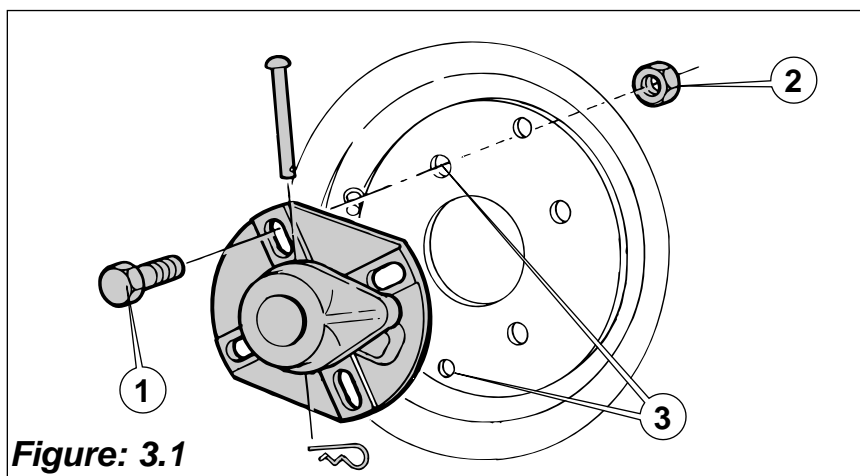
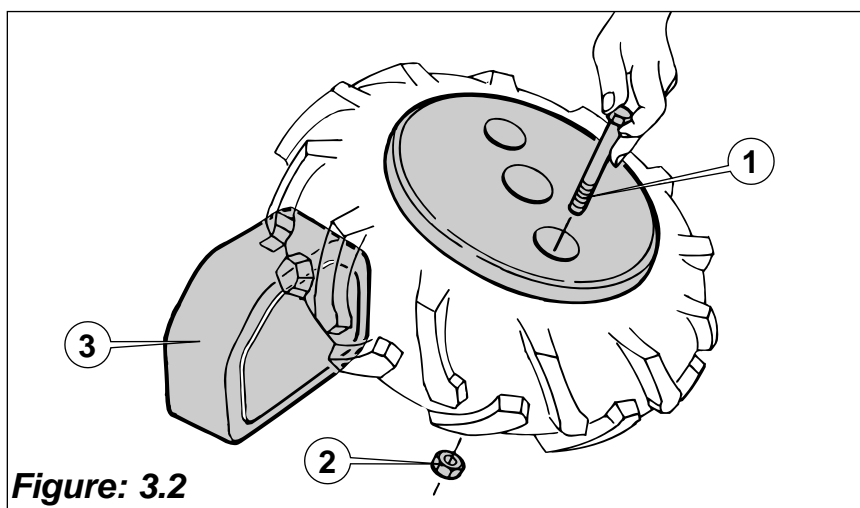

Figure: 3.1
Figure: 3.2
- Vis H 14 x 35 (8) fixation moyeu(*rep.1 Figure: 3.1*).
- Vis H 14 x 120 (4) fixation masse de roue(*rep.1 Figure: 3.2*).
- Ecrou 14 (12)(*rep.2 Figure: 3.1 et Figure: 3.2*).
- Vis 10 x 45 (1) fixation contre poids avant.
- 2) Démontez le tube du moyeu pour montage de la flasque sur la roue fixer celle-ci sur la jante avec les quatre vis (1) et les écrous (2) en la positionnement de façon à laisser libre les deux trous (3) de fixation de la masse (*Figure: 3.1*).
- 3) Posez la roue sur la masse avant (3) comme sur le schéma (*Figure: 3.2*) afin de pouvoir fixer la masse de roue à l'aide des vis (1) et écrous (2).